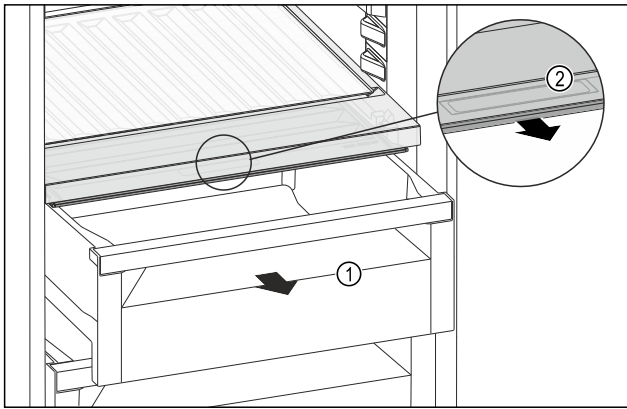

Fig. 133
- Retirer le tiroir Fig. 133 (1).
- Saisir la poignée encastree Fig. 133 (2) du couvercle du compartiment et tirer le couvercle du compartiment par l'avant.